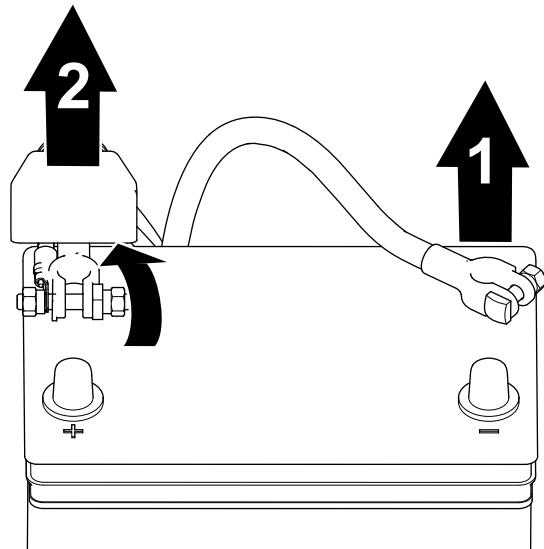

Figura 40
1. Rimuovete il cavo negativo della batteria dal polo della batteria (Figura 40).
2. Sollevate l'isolamento e rimuovete il cavo positivo della batteria dal polo della batteria (Figura 40).